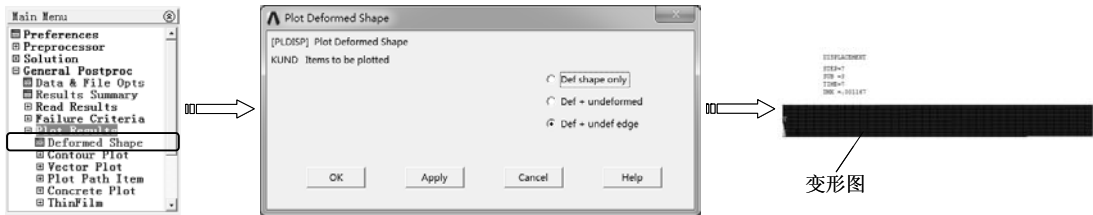

图 9-82 绘制变形图
2) 选择“Main Menu>General Postproc>Plot Results>Deformed Shape”命令，弹出“Plot Deformed Shape”对话框，选中“Def+ undef edge”单选按钮，单击“OK”按钮显示变形图，如图 9-82 所示。由图中可见最大变形为 0.001167mm，变形很小。